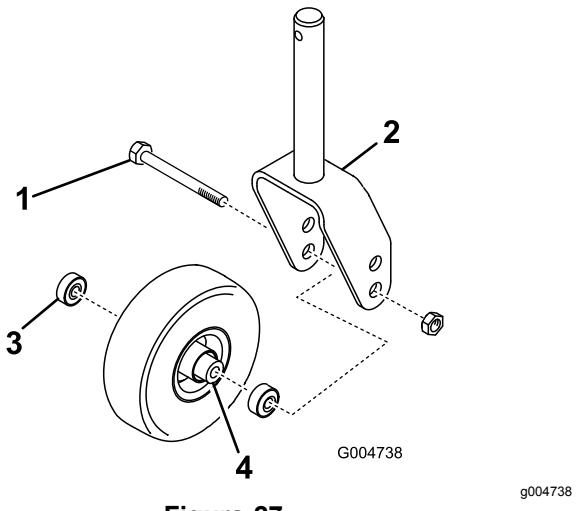

Figura 27
1. Retire la contratuerca del perno que sujetá el conjunto de la rueda giratoria en la horquilla (Figura 27). Sujete la rueda giratoria y retire el perno de la horquilla o del brazo de pivote.
2. Retire el cojinete de la rueda y deje que se caiga el suplemento del cojinete (Figura 27). Retire el cojinete del otro lado de la rueda.